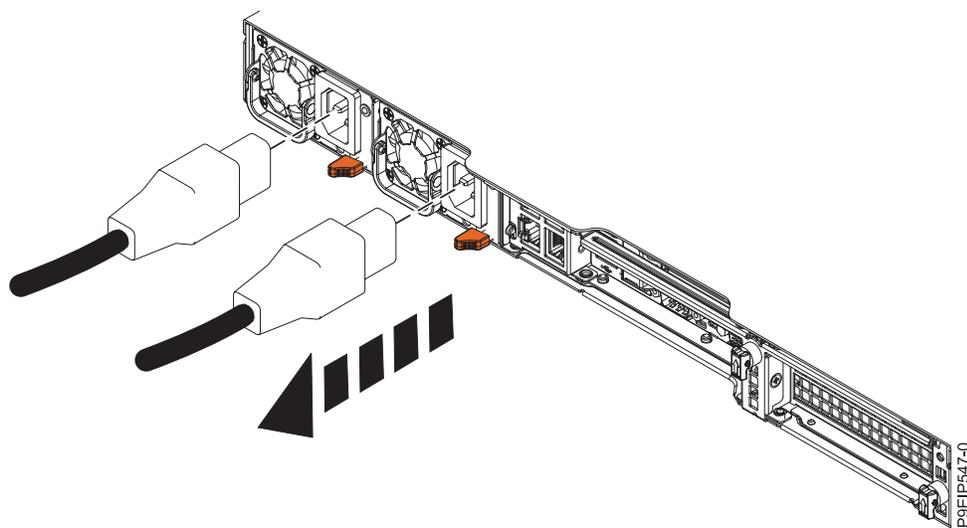

図 81. システムからの電源コードの取り外し
2. 電源コードにラベルを付けて、システム装置から切り離します (図 81 を参照)。